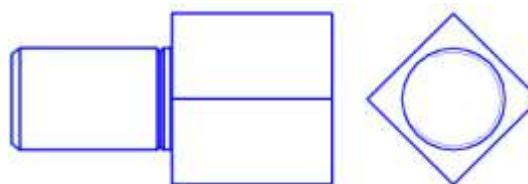

Рис. 125
2. Затем выбираем следующий элемент в нашем примере квадрат под ключ 19. Для этого выбираем элемент Wrench ⇒ GOST... ⇒ SW19 ⇒ длина 25 ⇒ угол 45 (рис. 125).